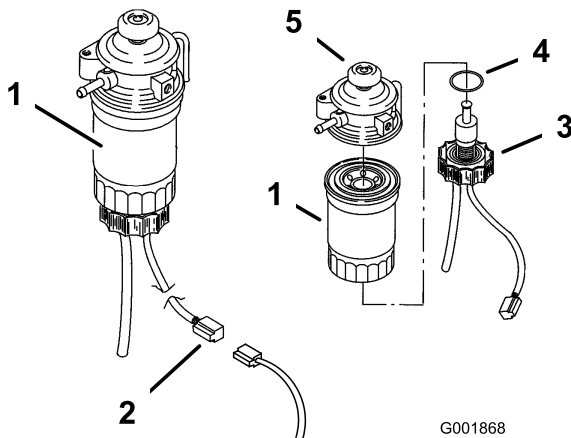

Bild 48
6. Entfernen Sie die Ablassschraube und entsorgen Sie den O-Ring (Bild 48).
8. Setzen Sie manuell einen neuen Filter ein, bis die Dichtung am Gehäuse anliegt; ziehen Sie dann eine weitere 1/3-Umdrehung fest (Bild 48).